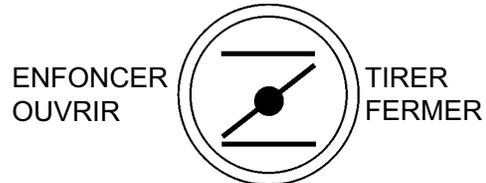

Figure 16. Bouton d'étrangleur
1. Placer le bouton de l'étrangleur (Figure 16) en position « **FERMÉ** » pour démarrer un moteur froid.
2. Placer le bouton de l'étrangleur (Figure 16) en position **OUVERT** pour démarrer un moteur chaud, ou quand il fait chaud.
5. Si le moteur a démarré, ramener lentement le bouton de l'étrangleur (Figure 16) en position **OUVERT**. Si le moteur n'a pas démarré, répéter les étapes 1 à 7.